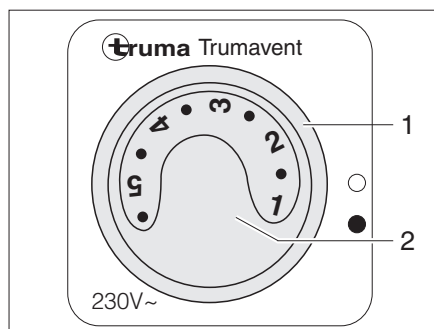

Fig. 110 Conmutador de mando para ventilador de circulación de aire (230 V)
- Poner el interruptor giratorio (Fig. 110,1) en "●".
- Ajustar la potencia deseada del ventilador de circulación de aire con el botón giratorio (Fig. 110,2).
- Poner el interruptor giratorio (Fig. 110,1) en "O".